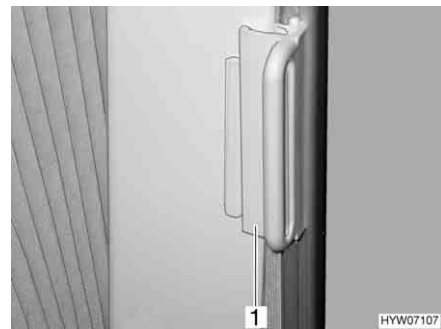

Bild 25 Verriegelung für Faltverdunk-
- Den Griff (Bild 25,1) auf den Aufsatz schieben. Die Faltverdunklung ist gesichert.